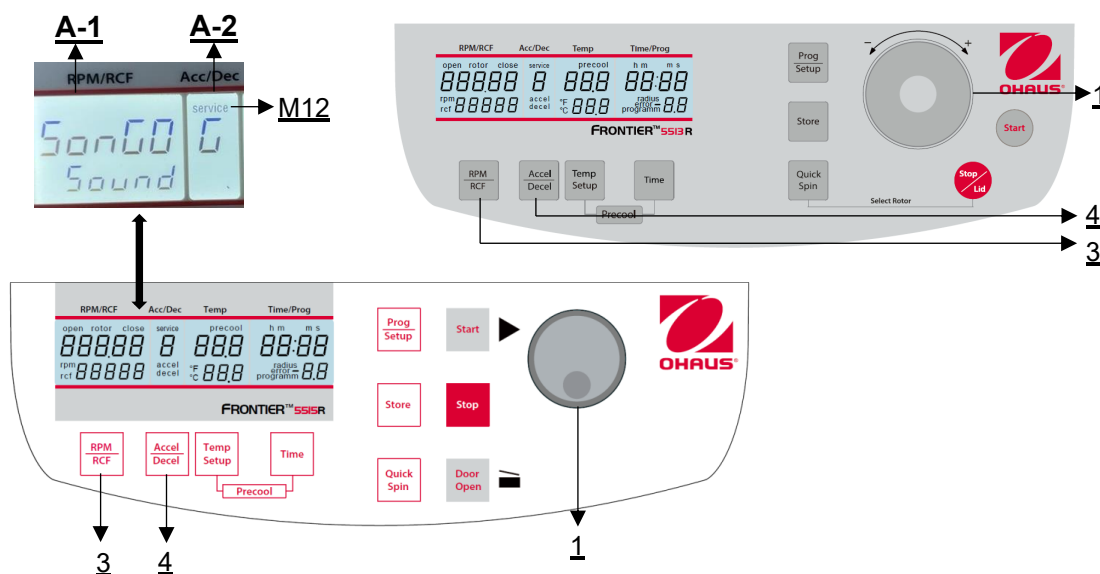

Figura 29
Proceda como se describe en el punto 4.1.1 para entrar en este modo de programación y, a continuación, pulse la tecla **"Acel/Decel"** (4). En la pantalla **"Acc/Dec"** (A-2) parpadea la palabra **"Service"** (M12). Seleccione ahora la letra **"G"** con el botón de ajuste / rueda táctil (1). Como resultado, aparecen las palabras **"SonGo/Sound"** en la pantalla **"RPM | RCF"** (A-1). Después de pulsar la tecla **"RPM | RCF"** (3) puede seleccionar una canción con el botón de ajuste / rueda táctil (1) (véase la figura 29).